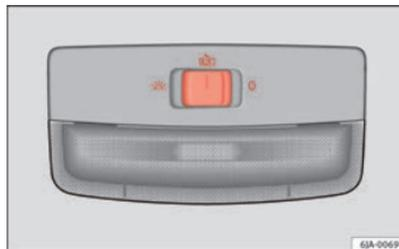

Abb. 60 Innenbeleuchtung – Ausführung 2 ▶
- Drehen Sie den Lichtschalter in die Position  $\text{☞}$  ⇒ Abb. 60.